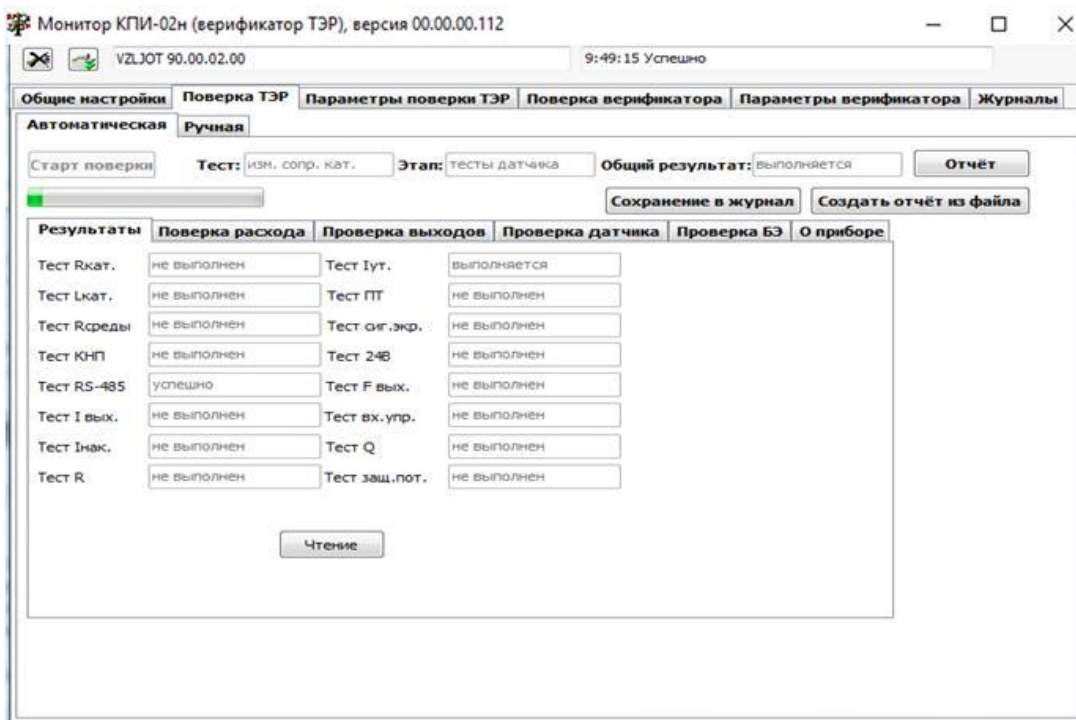

Рис.14. Вкладка «Поверка ТЭР» в автоматическом режиме.
4.2.2. Автоматическая поверка начинается после нажатия на кнопку **Старт поверки**. В окнах **Тест** и **Этап** отображаются соответственно текущий тест и этап проверки (тесты датчика, тесты БЭ или поверка расхода). По мере прохождения теста в окне **Результаты** проявляются соответствующие сообщения (рис.14).